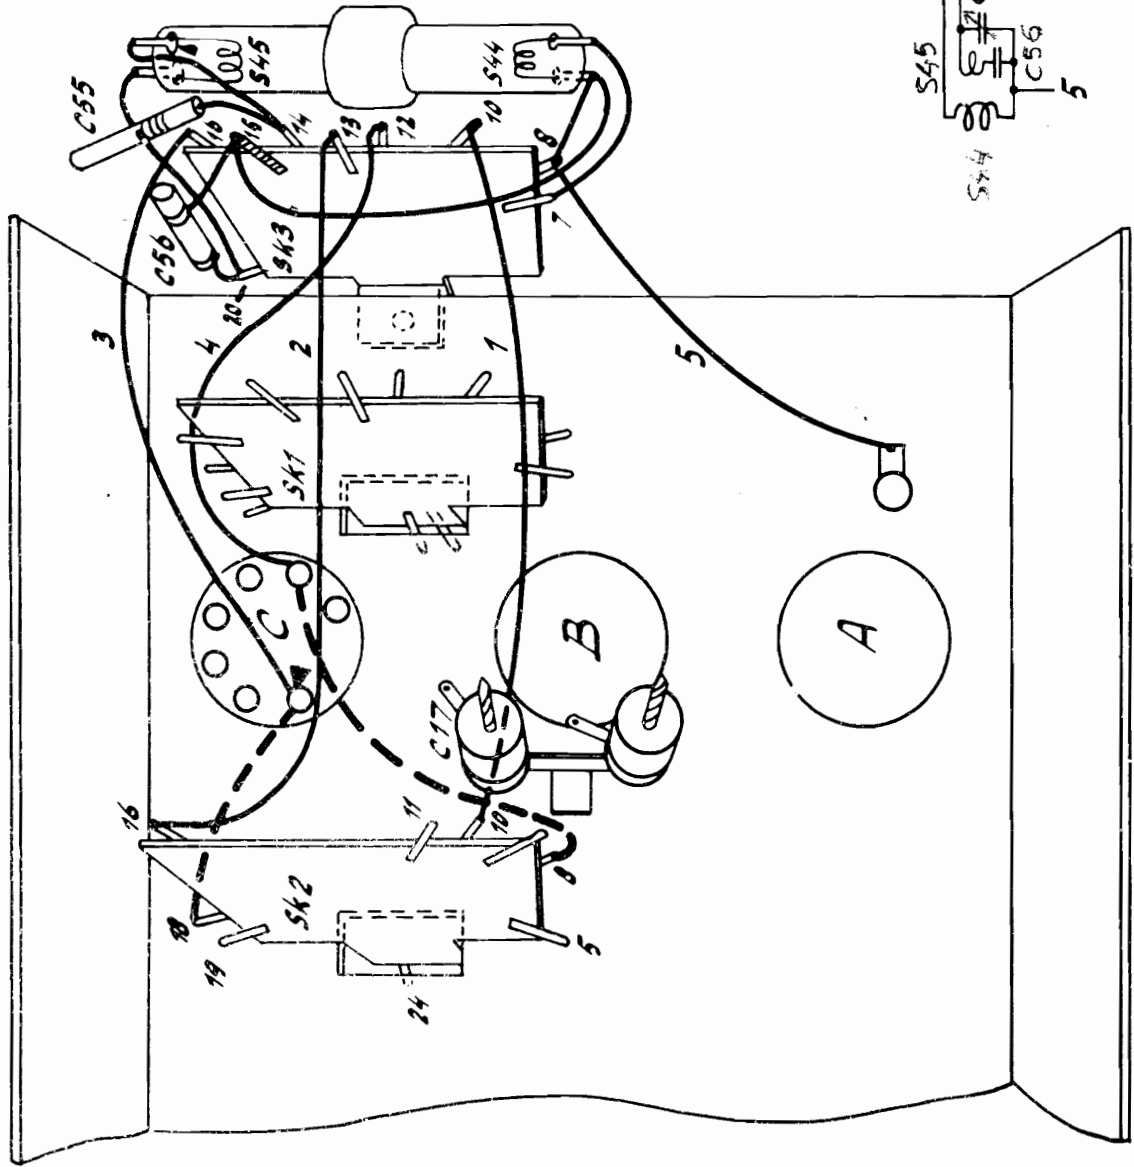

Fig. 8
7. De in fig. 8 gestippelde verbindingen (2 stuks) verwijderen en de 5 verbindingen van de unit aanbrengen zoals fig. 8 aangeeft.